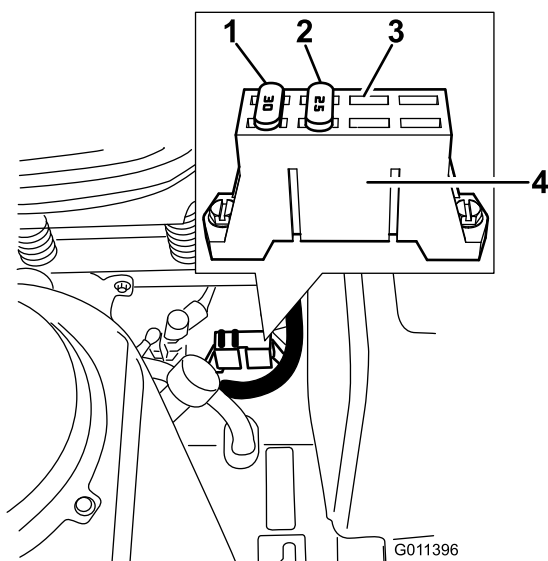

Figura 50
1. I fusibili sono posizionati sulla consolle destra vicino al sedile (Figura 50).
3. Montate un fusibile nuovo (Figura 50).